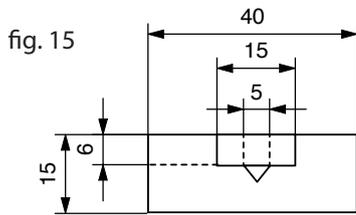

fig. 15
15. Al centro della ruota di legno praticare un foro cieco da $\varnothing 15$ profondo 6 mm. Svasare al centro questa cavità per la vite. (vedi fig. 15)